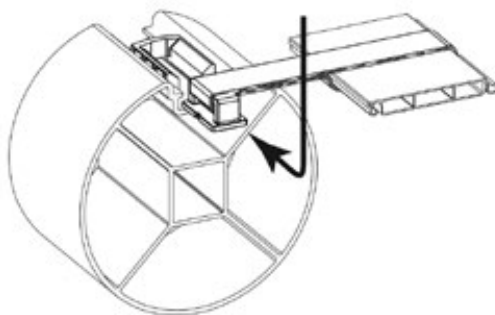

Abbildung 44 – Verbindung von Rollabdeckung und Achse
Befestigen Sie die Lamelle auf Seite der Achse an der Achse wie in **Abbildung 44** gezeigt. Die U-förmigen Teile können sich frei bewegen und können so gegenüber der am den Lamellen befestigten Spannbändern positioniert werden.
Die Befestigungsgurte (8) sind bereits auf den ersten beiden Lamellen der Rollabdeckung angebracht. Verwenden Sie die Befestigungsplatte (1) als Bohrschablone, um die Wand an den Befestigungshaken der Rollabdeckung vorzubohren, also auf den zur Achse entgegengesetzten Wänden, genau vor den Befestigungshaken. Positionieren Sie die Befestigungsplatten, so dass die Stifte N mit dem Wasserpegel eben sind (**Abbildung 44**).